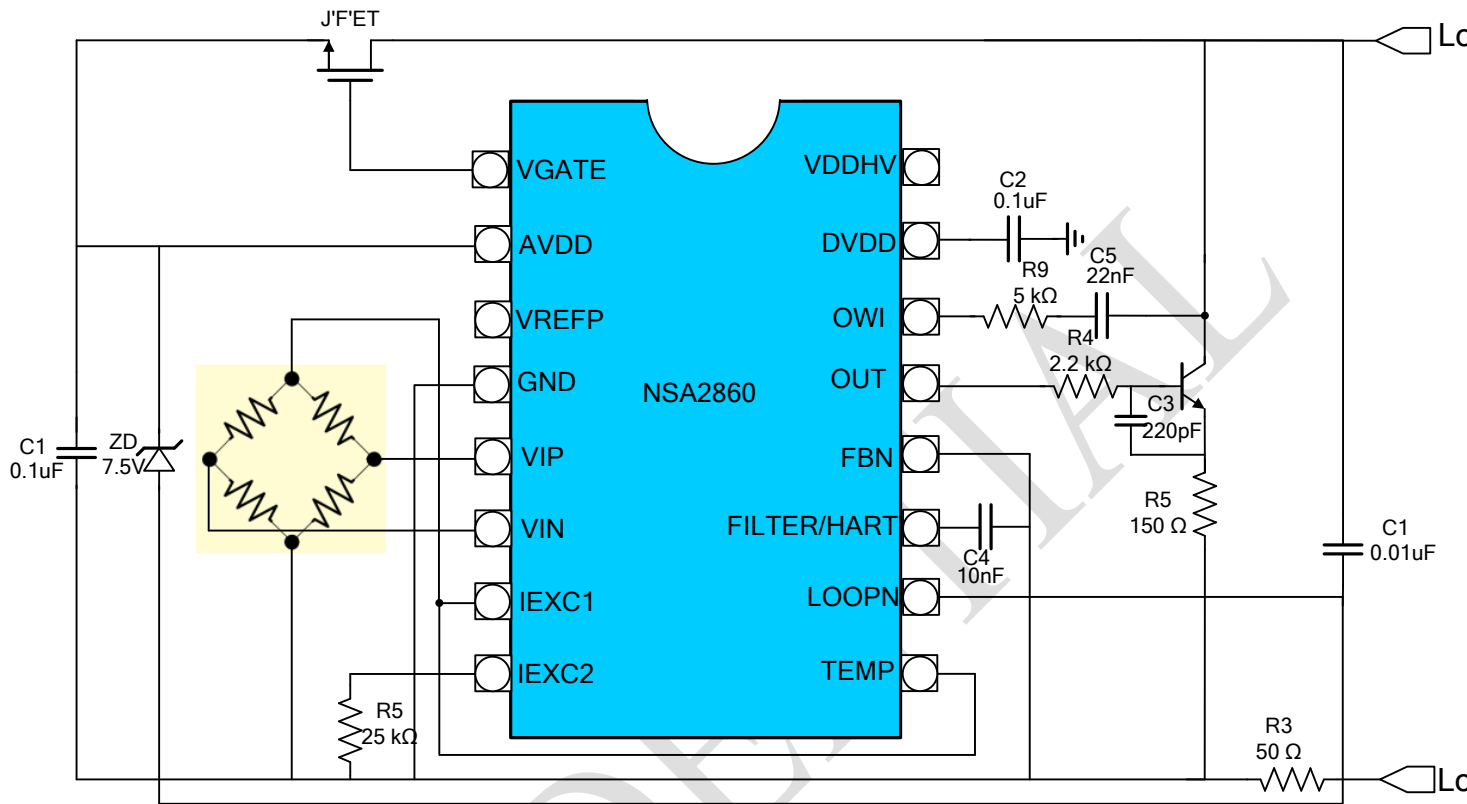

图 7.3 4~20mA 输出压力变送器(JFET)
1.3	1. 修改TSSOP20的两个引脚号, 把LOOPN和FILTER/HART的引脚号对调 2. 修改图7.3, 7.4, 7.6, 7.7中齐纳管的接法, 把齐纳管的一端连接到LOOPN 3. 增加ODR_T的寄存器描述: 在TCH disable时, PADDC的负参考电压从引脚TEMP输入, 同时把引脚名VTEMP统一改成TEMP 4. 修改寄存器名字的大小写, 统一改成大写 5. 修改图4.10, 参考电压从1.25V改成1.2V 6. 修改T0寄存器位宽和描述, 增加KTS寄存器 7. 修改COMMAND寄存器描述